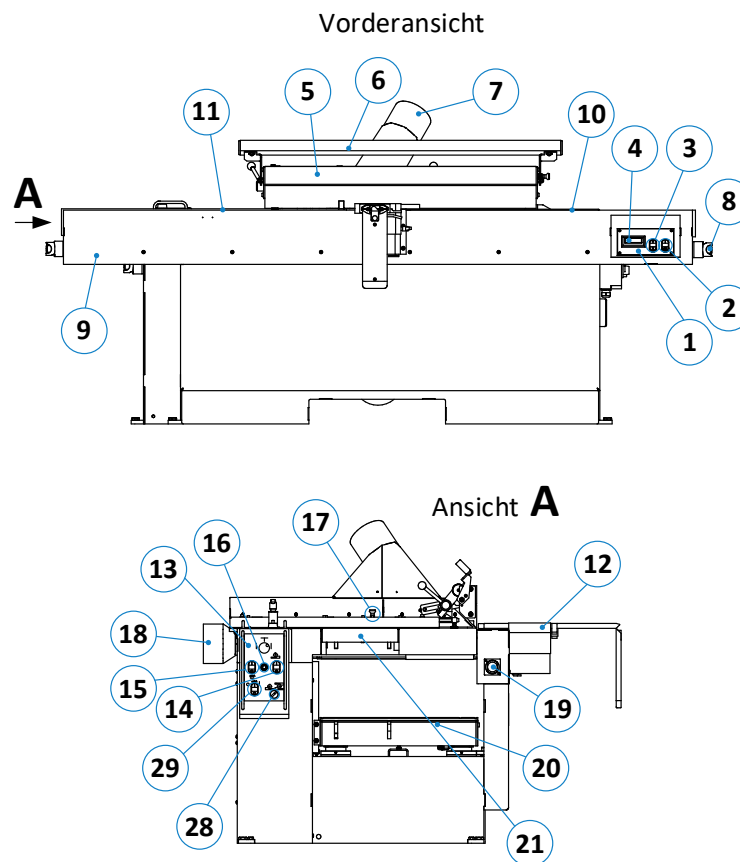

Abbildung 24: Komponenten / Bedienelemente - Vorderansicht
Dieser Abschnitt zeigt eine Detailansicht des in ⇒ Abbildung 24 gezeigten Bedienpanels (13) für den Abrichthobel. In dieser Großansicht können die jeweiligen Bedienelemente besser veranschaulicht werden.
Dieser Abschnitt zeigt eine Detailansicht des in ⇒ Abbildung 24 gezeigten Bedienpanels (1) für den Dickenhobel. In dieser Großansicht können die jeweiligen Bedienelemente, die im Standard und bei optionaler Ausstattung variieren, besser veranschaulicht werden.